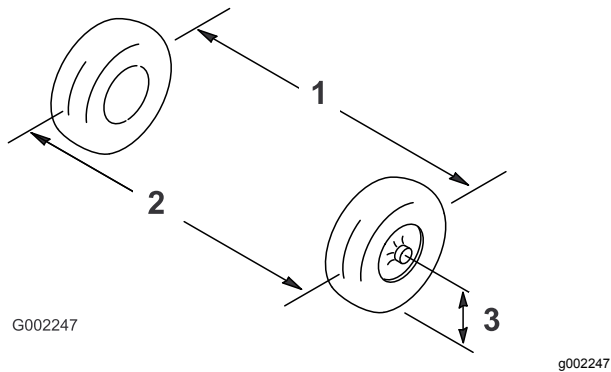

图52
2. 以轮轴的高度为标准、分别测出两个前轮的轮前距离和轮后距离图52。